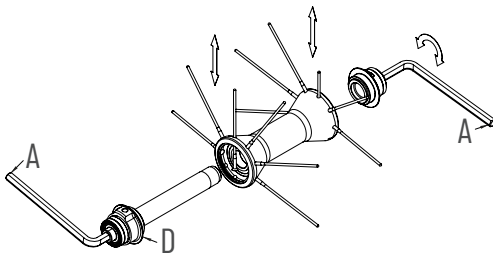

FIG. 4
- Inserite le chiavi a brugola da 5mm (A) dentro agli scontri alle estremità dei mozzi e ruotatele in **senso orario**.
- Sfilate il raggio da sostituire e infilate il raggio nuovo (Fig.4)